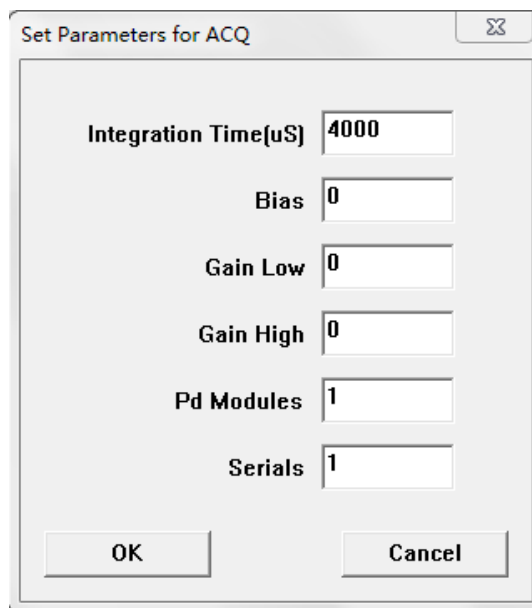

图 4-3 硬件参数设置界面
2) 点击菜单栏的“Parameters/Parameter Setting”，如图 4-3 所示，设置硬件参数。